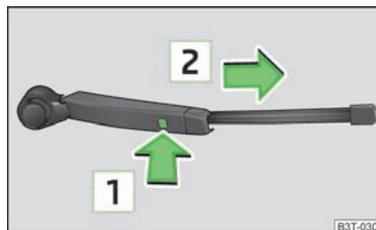

Fig. 51
- > Afaste o braço do limpa-vidros do vidro e coloque a escova em ângulo recto relativamente ao braço » Fig. 51.